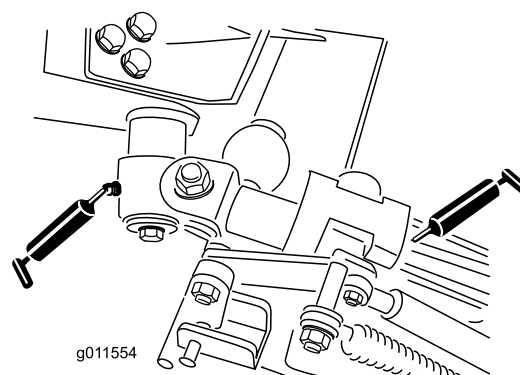

Рисунок 44
- Втулки осей поворота коленчатых рычагов (2 шт.) (Рисунок 44)
- Втулки подъемных рычагов (4 шт.) (Рисунок 44)